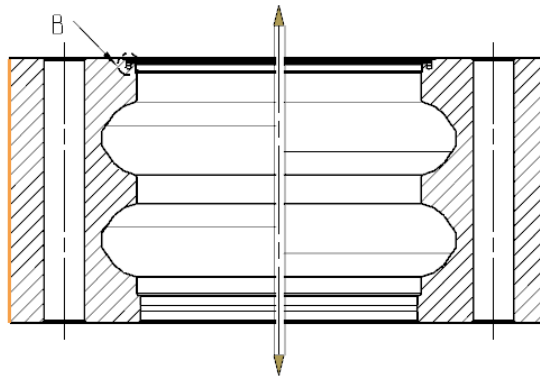

图 2
2.通常情况下，方法为三步，首先标注出断开视图的 3D 中心线。如图 2 所示。